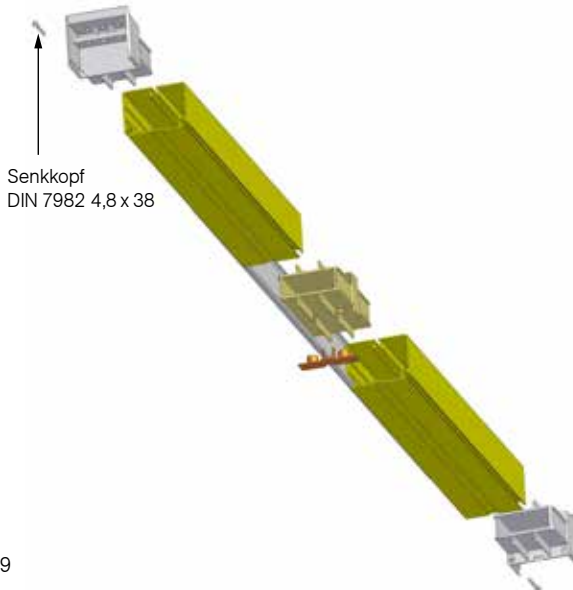

Abb. 29
- » Großes Querprofil in der Mitte mit dem Kopplungsteil verbinden (Abb. 29).
- » Endkappen (Abb. 30) mit Schraube am Querprofil befestigen (Abb. 29).